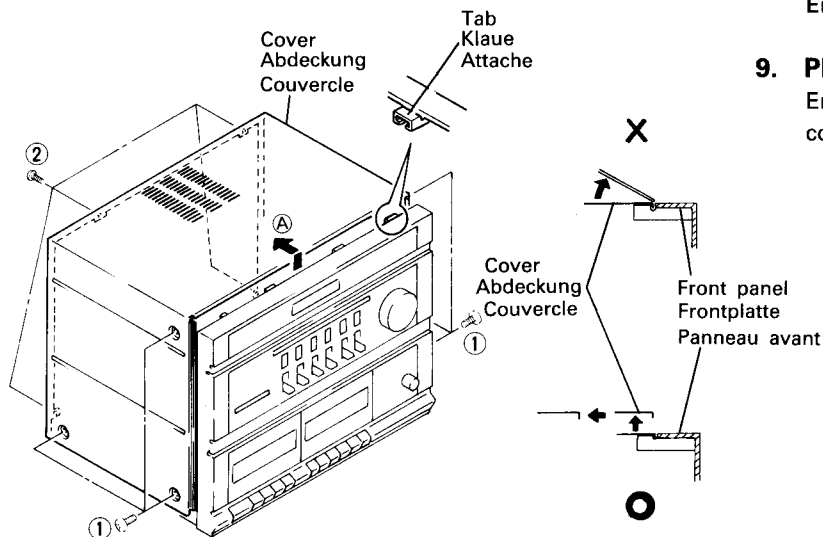

Fig. 1 Abb. 1
1. Cover (Fig. 1)
1. Abdeckung (Abb. 1)
1. Couvercle (Fig. 1)